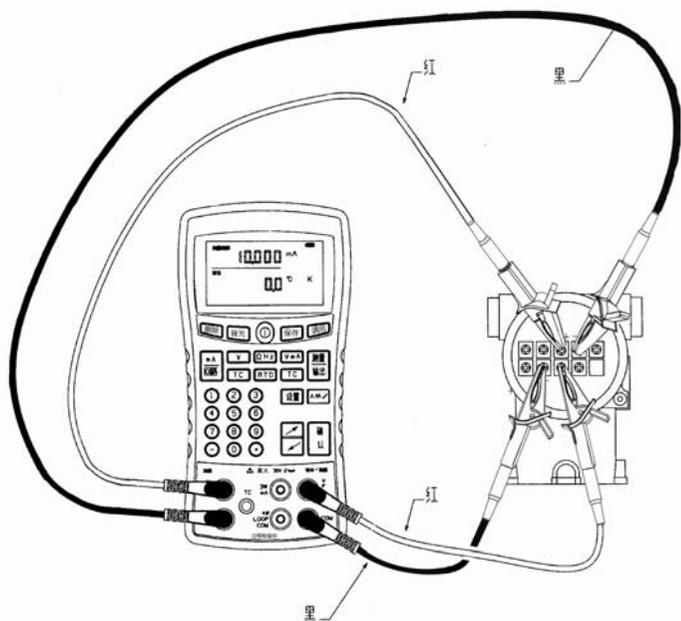

图 15 校准变送器
- (1) 按  直至屏幕上方显示“测量回路”。
- (2) 按  选择输出模式，屏幕显示“输出”。
- (3) 按右侧 ，选择需要的热电偶类型。
- (4) 如图 15 所示连接校验仪和被测仪表。
- (5) 按  或数字键设定变送器的零点和量程。